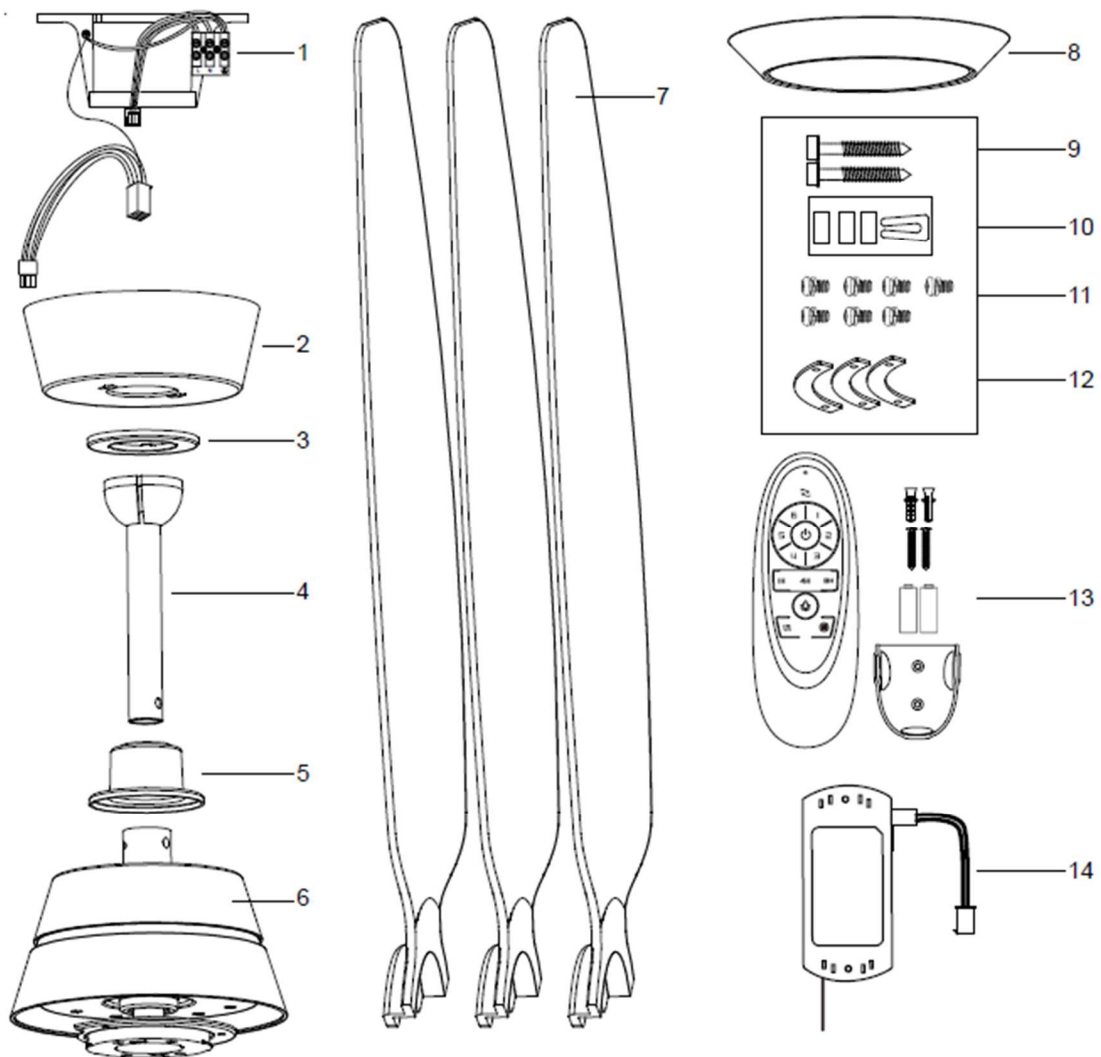

Abbildung 1
**Im Lieferumfang enthaltene Teile (siehe Abbildung 1):**